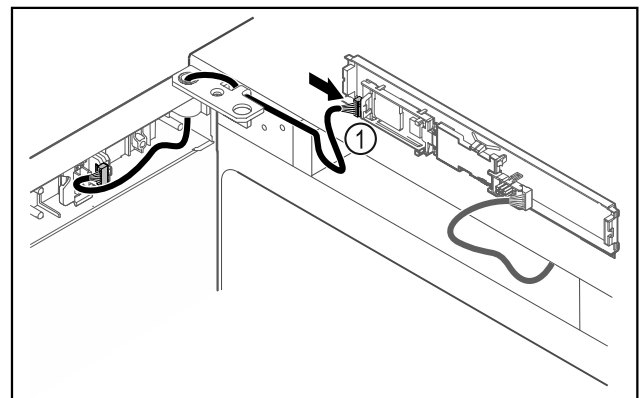

Fig. 48
- ▶ Sett pluggen Fig. 48 (1) inn i kretskortet.